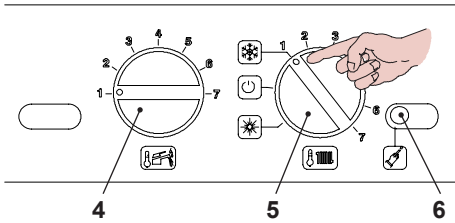
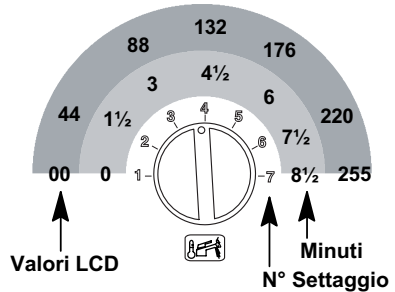

Fig. 5.78
Fig. 5.82
- Posizionare le manopole 4 e 5 come indicato in Fig. 5.78.
- Per settare il tempo di frequenza di riaccensione bisogna entrare in programmazione premendo per 15 secondi il pulsante di ripristino 6, in Fig. 5.78 fino alla comparsa del parametro **P01** sul display LCD; sul display LCD compare la seguente visualizzazione (la sequenza **P01** si alterna ---).
- Premere il pulsante di ripristino 6 in Fig. 5.78 per lo scorrimento dei vari parametri sino al raggiungimento del parametro **P10** valido per il settaggio della frequenza di riaccensione; sul display LCD compare la seguente visualizzazione (la sequenza **P10** si alterna
- Per cambiare il settaggio ruotare la manopola regolazione temperatura sanitari 4 in Fig. 5.78 e posizionarla sul tempo prescelto Fig. 5.82 (nella figura esempio manopola settata per frequenza di riaccensione di 3 minuti).
Il passo del settaggio della manopola 4 Fig. 5.82 corrisponde a un valore letto sul display LCD di circa 44 (90 secondi) e questo valore può essere variato fino a circa 255 (8 minuti e mezzo); nell'LCD la sequenza **P10** si alterna con 60.